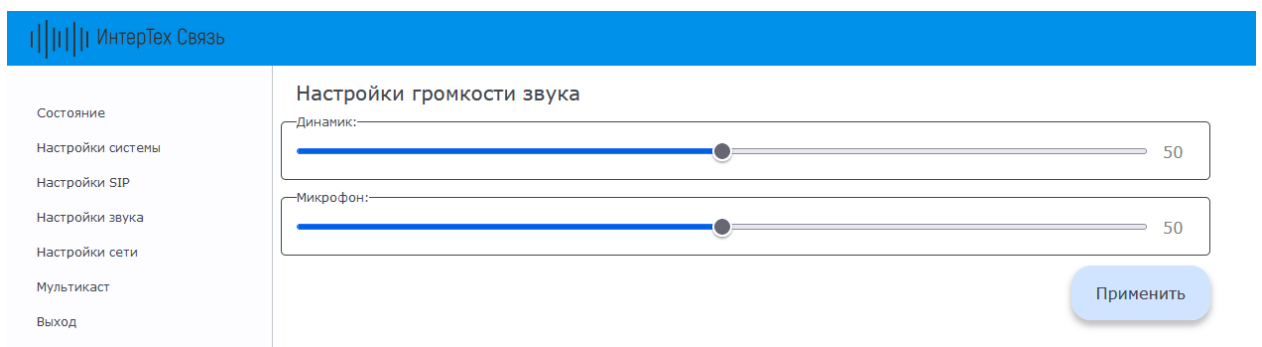

Рисунок 8 – Меню «Настройки звука»
2.5.5.3 Настройка звука осуществляется в меню «Настройки звука» в области «Настройки громкости звука» (рисунок 8).
2.5.5.4 Для настройки звука следует установить необходимые значения и нажать кнопку «Применить» (см. рисунок 8).